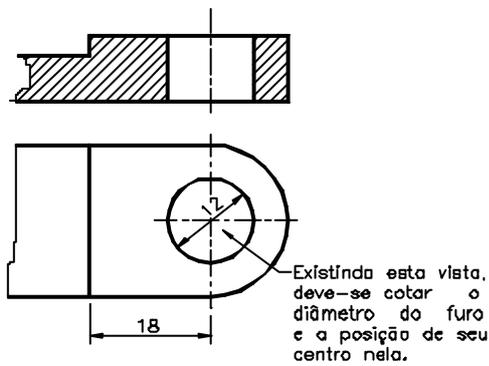
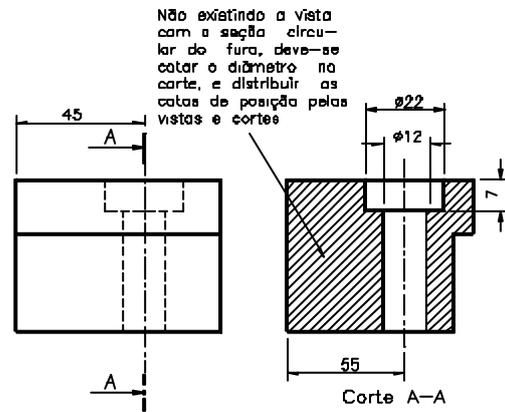

Figura 1.10.13 – cotação de furo na seção do furo
Figura 1.10.14 – Cotação do furo em outra vista
1.10.8.1 - Cotação de furo: a **posição** do furo deve ser cotada sempre pelo seu **centro**, e o **diâmetro** de preferência na vista em que se apresenta a **seção circular**, *Figura 1.10.13*, quando não for possível, cota-se em outra vista, acrescentando-se o símbolo **∅** antes da dimensão, *Figura 1.10.14*.